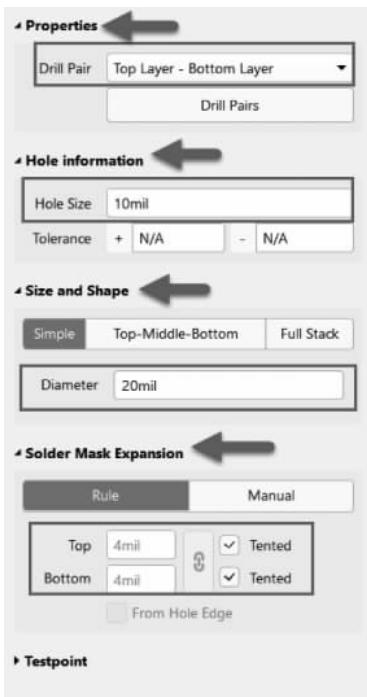

图 3-29 过孔属性编辑面板
- (1) 执行菜单栏中“放置”→“过孔”命令,或者单击工具栏中的“放置过孔”按钮  ,光标变成十字形状并带有一个过孔图标。
- (2) 将光标移到要放置过孔的位置,单击鼠标即可放置该过孔。
- (3) 此时软件仍处于放置过孔状态,重复步骤(2)的操作即可放置其他过孔。
- (4) 设置过孔属性。双击需要设置属性的过孔(或在放置状态下按 Tab 键),系统将弹出相应的过孔属性编辑面板,如图 3-29 所示。